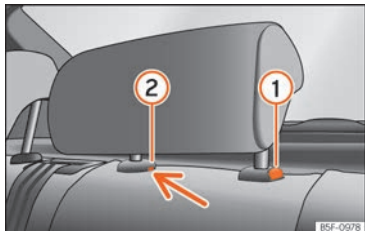

Abb. 159 Hintere Kopfstütze in der Mitte: Entriegelungsstelle.
- Zum Einstellen der Kopfstütze auf eine niedrigere Höhe die Taste  »» » **Abb. 159** drücken und die Kopfstütze nach unten schieben.
- Drücken Sie die Taste  »» » **Abb. 159** und gleichzeitig mit einem Schlitzschraubendreher (Breite max. 5 mm) in die Öffnung der Verriegelung  »» » **Abb. 159** und ziehen Sie die Kopfstütze heraus.